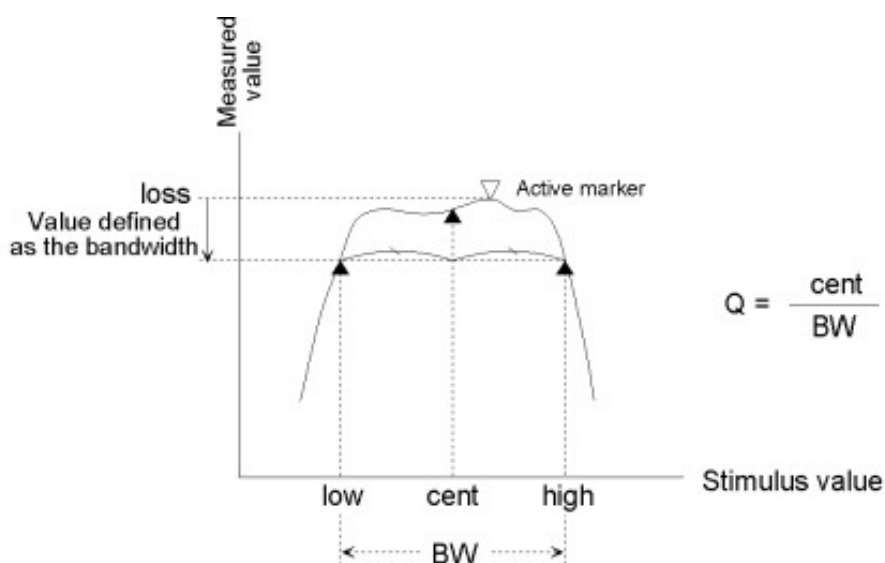

Рис. 26. Параметры полосы пропускания ППФ
бротности (Q) и потерь (ослабления). Поиск ведется относительно уровня активного маркера. Определения параметров, используемых при поиске полосы, приведены на рис. 26 и в таблице 5.